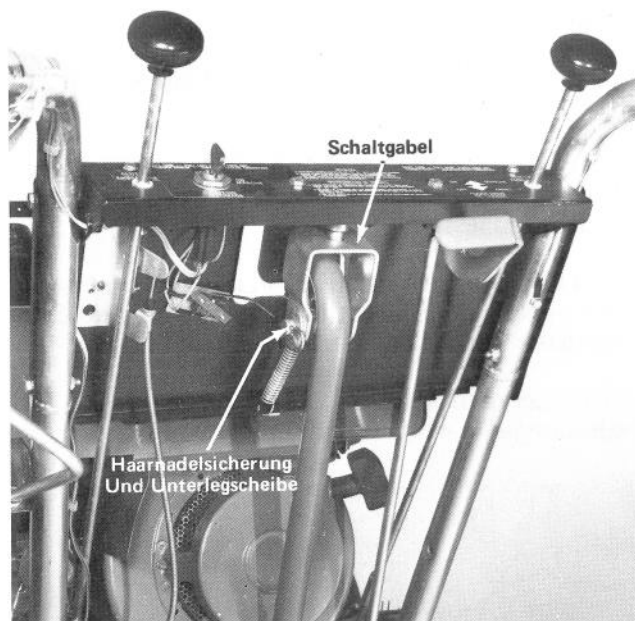

Abb. 33
2. Die Haarnadelsicherung, Unterlegscheibe und den Bolzen von der Schaltgabel entfernen (Abb. 33) und das Schaltgestänge von der Schaltgabel lösen.
3. Wenn die Schneefräse im Vorwärts- oder Rückwärtsgang nicht fährt, dreht man die Schaltgabel (Abb. 33) um eine volle Umdrehung heraus. Wenn sich dagegen der Leerlauf nicht einschalten lässt, dreht man die Schaltgabel hinein.
4. Das Schaltgestänge wieder mittels Bolzen, Unterlegscheibe und Haarnadelsicherung in der Schaltgabel befestigen (Abb. 33). Dabei muss der Kopf des Gabelbolzens auf der rechten Seite liegen.